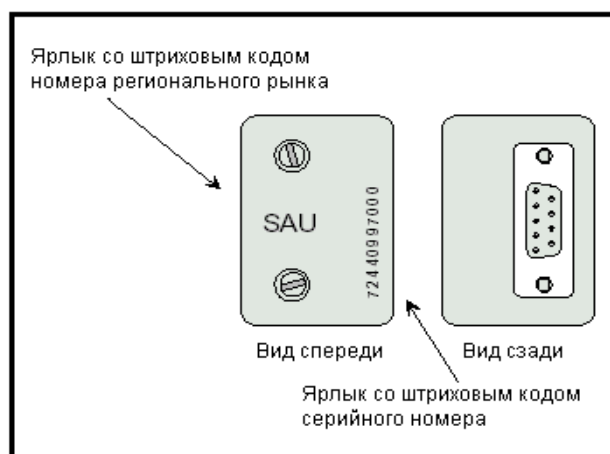

Рис.3. Модуль SAU
- модуль авторизации программного обеспечения SAU - Software Authorization Unit (для карт МЕХ-IP) (Рис. 3), представляющий собой небольшое устройство в закрытом корпусе. Модуль SAU содержит идентификационный номер системы (серийный номер), который уникален для каждой поставляемой системы. Кроме того, в модуле SAU содержится идентификационный номер регионального рынка, который определяет географический регион, куда поставляется эта система **Коралл-Р**. Специализированное программное обеспечение, установленное в системе, непрерывно проверяет наличие модуля шифратора SAU. Программное обеспечение допускает временное снятие модуля SAU с целью технического обслуживания, но для обеспечения бесперебойной работы системы блок SAU должен оставаться установленным на разъем карты центрального процессора. Если он будет снят на более длительный срок, система перестанет обрабатывать вызовы. При необходимости замены карты центрального процессора модуль SAU с нее переставляется на новую карту центрального процессора и должен соответствовать системному программному обеспечению, устанавливаемому в эту систему управления;